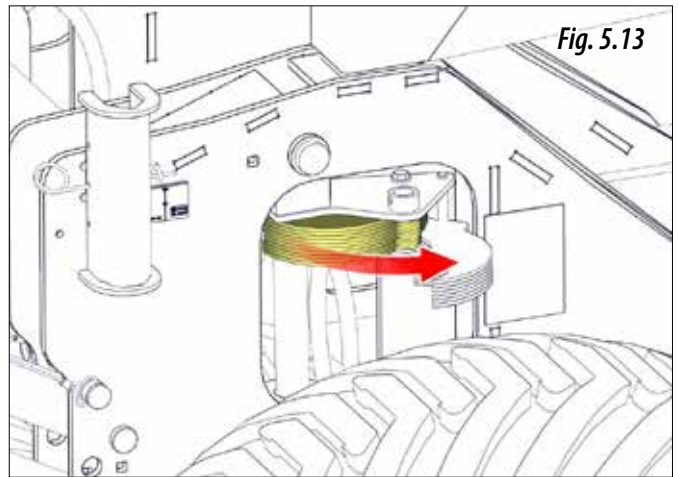
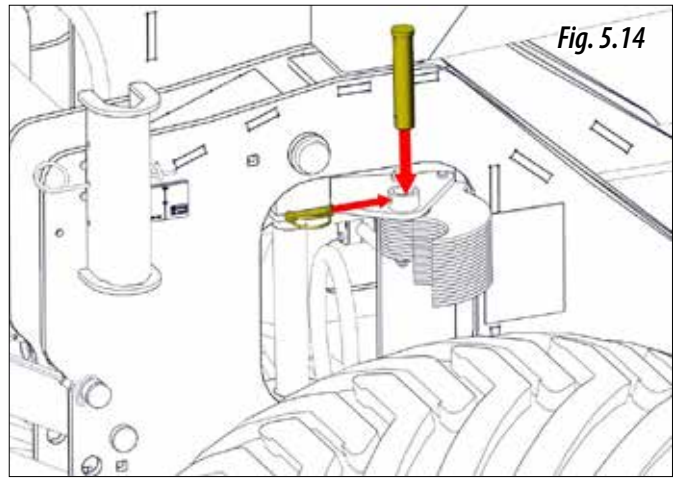
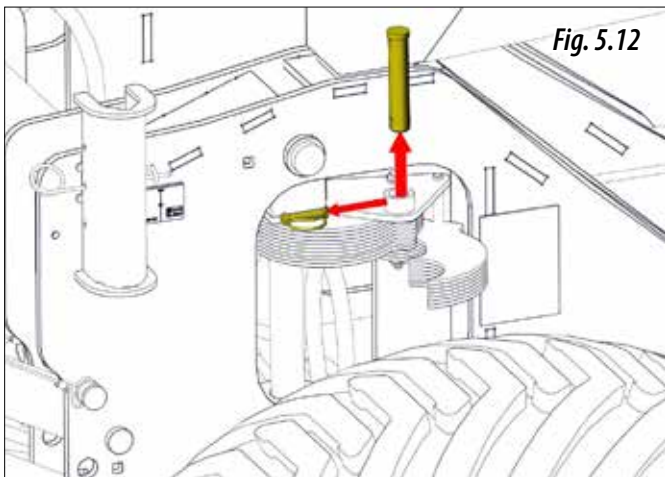

Fig. 5.13
Fig. 5.14
Fig. 5.12
**5-** Sacar los topes de los cilindros del carro, para ello deberá sacar el pasador y bulón (Fig. 5.12), mover los topes (Fig. 5.13) y volver a montar el bulón y el pasador para bloquearlos (Fig. 5.14).